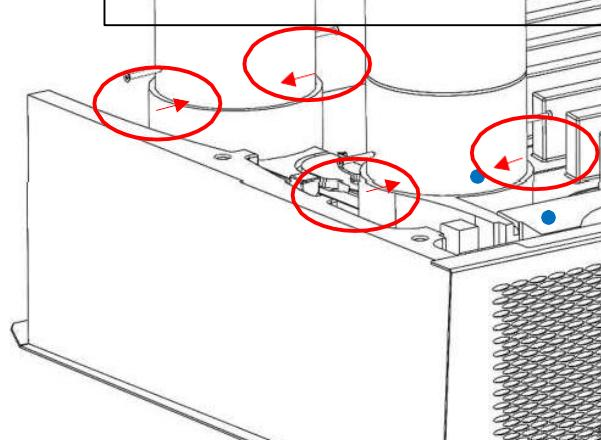
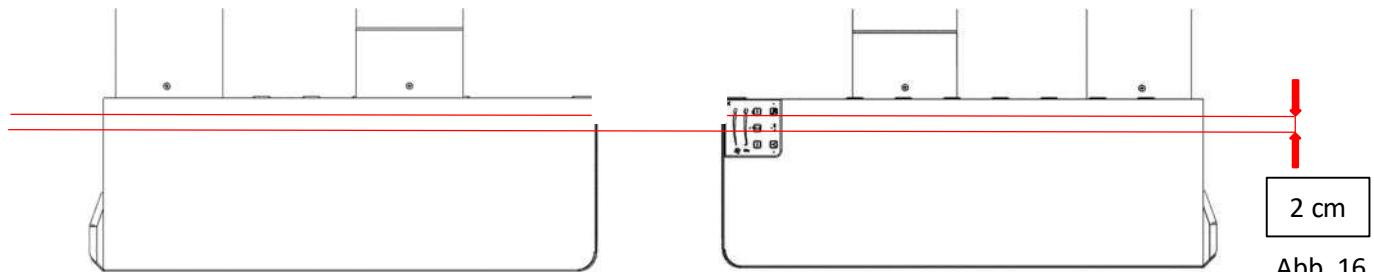

Abb. 15
Abb. 16
- Befestigen Sie die installierten Rohre mit den selbstschneidenden Schrauben Ø4x22mm (im Lieferumfang als vorgeschriebenes Zubehör enthalten - Karton 2) gegeneinander, wie in Abbildung 15 – 4 angezeigt, in einem Abstand von 20mm vom Rand der Einheit, siehe Abbildung 16.
- Die installierte Rohrleitung befestigen Sie mit selbstschneidenden Schrauben Ø4x22mm gegeneinander, wie in Abbildung 15 – 4 angezeigt, in einem Abstand von 20mm von der Gerätekante, siehe Abbildung 16.